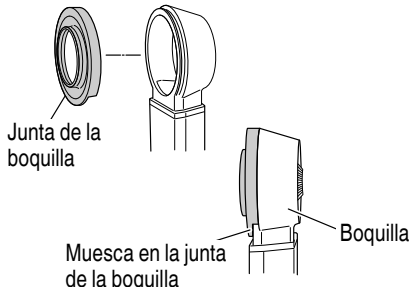

Fig. 19
7. Reemplazo de la junta de la boquilla y la tapa del cepillo (Fig. 19, 20)
- (a) Sustitución de la junta de la boquilla (Fig. 19)